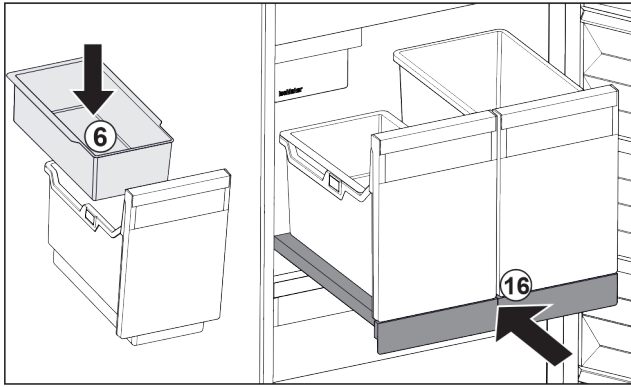

Fig. 130
- ▶ 安装冰块挂盘 Fig. 130 (6)。
- ▶ 将带有容器 (IceTower) 的拉出式搁板推入。 Fig. 130 (16)